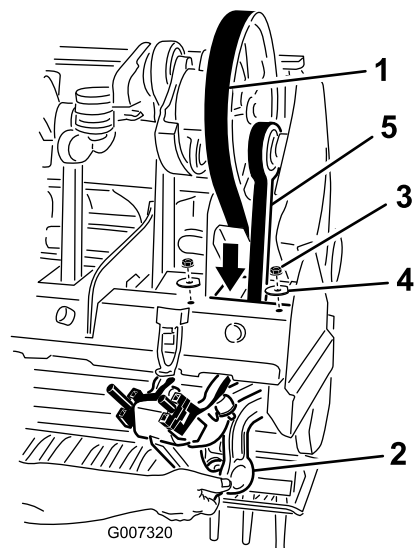

Figure 39
5. Desserrez et enlevez les deux 2 contre-écrous et rondelles de fixation de l'amortisseur Rotalink du bras d'aération n° 1 (Figure 39).
7. Faites passer la courroie d'entraînement à travers le cadre de la tête d'aération et autour de l'extrémité inférieure du bras d'aération n° 1 Figure 39